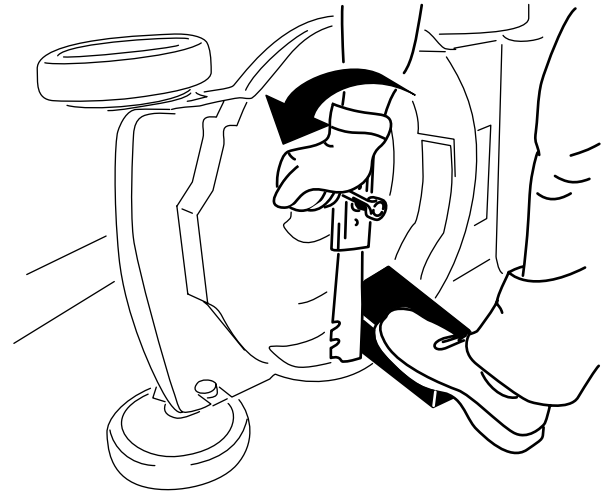

Figura 23
2. Utilice un bloque de madera para inmovilizar la cuchilla (Figura 23).
3. Retire la cuchilla, conservando todos los herrajes de montaje (Figura 23).